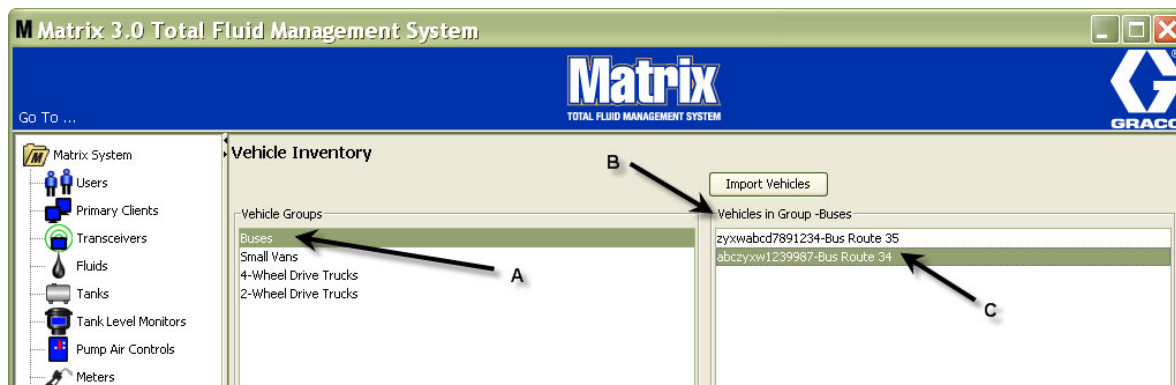
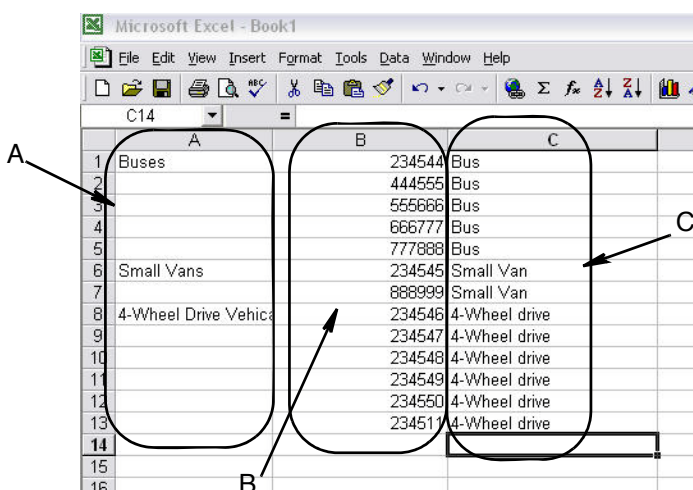

Рис. 156
Рис. 159
- Транспортные средства будут отображены на экране «Vehicle Inventory» [Транспортные средства], только когда выделена его группа. В примере на Рис. 156 выделена группа транспортных средств «Buses» [Автобусы] (A). Обратите внимание, что группа «Buses» добавлена в конце названия столбца «Vehicles in Group» [Транспортные средства в группе] (B). В списке в этом столбце находятся только автобусы из парка транспортных средств. Нет ни
Разделы А, В и С на РИС. 159 соответствуют позициям А, В и С на РИС. 156.